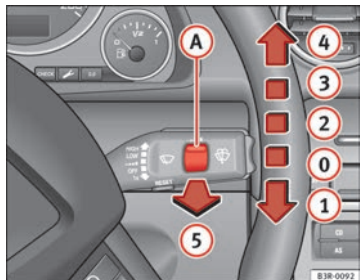

Abb. 101 Scheibenwischerhebel
Der Scheibenwischerhebel ⇒ Abb. 101 hat folgende Stellungen:
Betätigen Sie bei eingeschaltetem Licht die Wisch-/Waschautomatik ⇒ Abb. 101 ⑤, wobei Sie den Hebel länger als etwa 1 Sekunde angezogen halten.